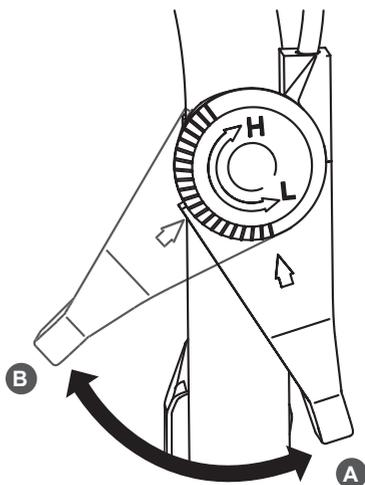

Рис. 29. Положения рычага газа
- Переведите рычаг газа на 1/3 хода в сторону положения максимальных оборотов двигателя (Рис. 29).
5. Переведите рычаг газа в положение «В» максимальных оборотов двигателя (Рис. 29).